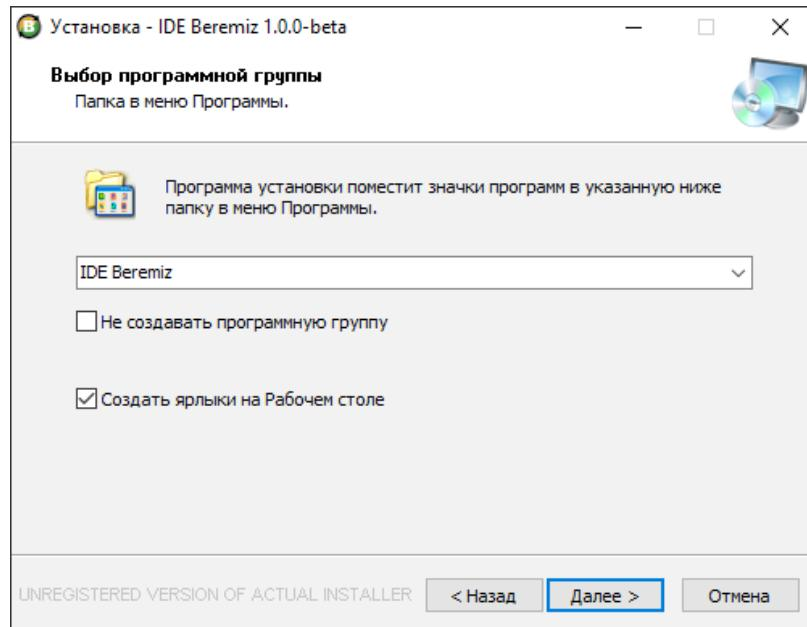

Рисунок 1.3 – Выбор группы в меню Пуск и разрешение на создание ярлыка на Рабочем столе
- 4) Выбрать группу в меню Программы и дать разрешение на создание ярлыка на Рабочем столе (рисунок 1.3)